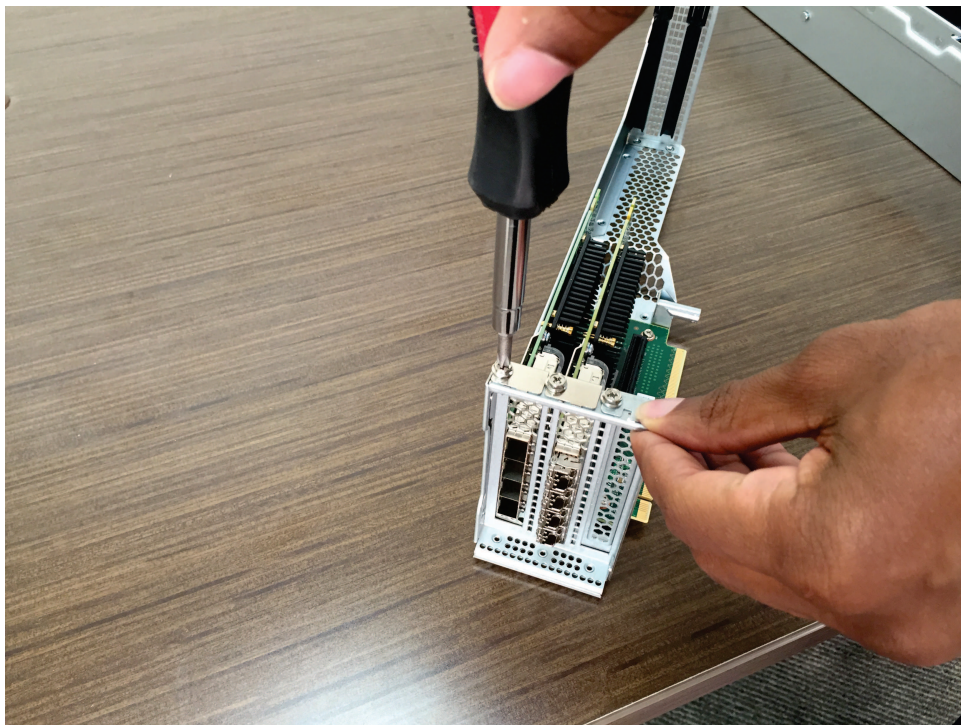

图 153. 卸下固定螺钉
2. 卸下将适配器固定到适配器组合件的固定螺钉，如图 153 中所示。